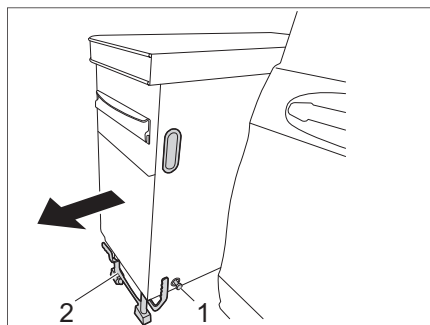

Figura 30 Desplegar pie
- Tirar hacia fuera la palanca (Figura 30,1) del bloqueo del pie. Girar los apoyos (Figura 30,2) hacia abajo.
- ▷ Asegurarse para ello de que los apoyos (Figura 30,2) encajen.
- Tirar del bloque de cocina hacia el exterior y colocarlo sobre los apoyos (Figura 30).